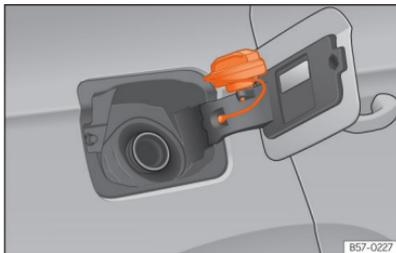

Fig. 185 Tampa do depósito com o tampão encaixado.
- Coloque-a no espaço existente na dobradiça da tampa aberta »» **Fig. 185.**